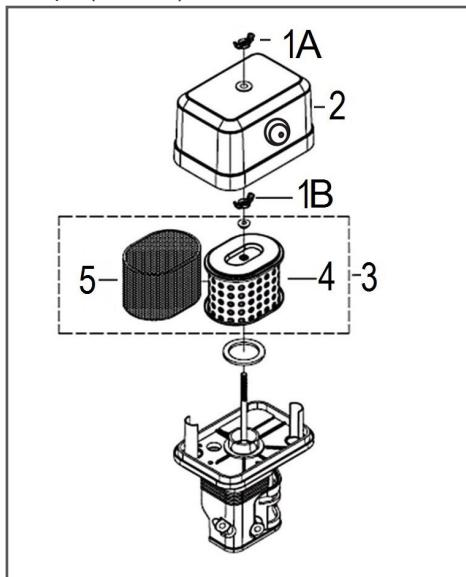

Рис. 28 Обслуживание воздушного фильтра
1. Открутите баращковую гайку 1A и снимите крышку 2 воздушного фильтра (Рис. 28).
2. Открутите баращковую гайку 1B и снимите воздушный фильтр 3 в сборе (Рис. 28).
Поролоновый (предварительный) фильтрующий элемент 5 установлен на корпусе бумажного фильтрующего элемента 4 (Рис. 28).